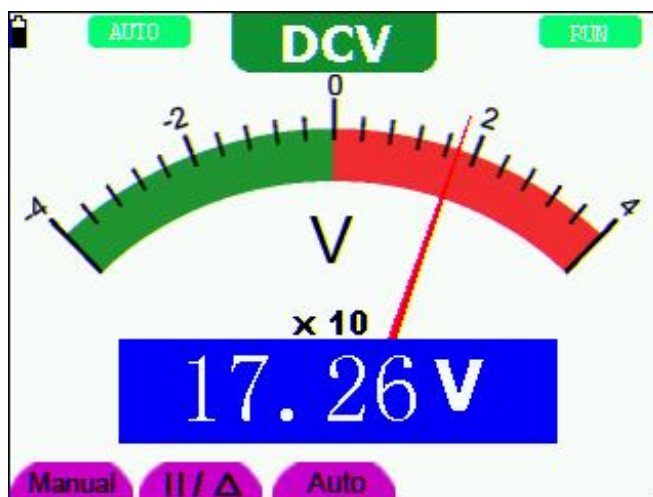

图 24: 直流电压测量界面
3. 将红色和黑色表笔连接到被测点。屏幕将显示被测点的直流电压值。见图 24：